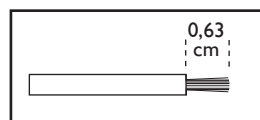

fig. 2
7. Couper le fil de signal bleu (côté sonde DENSO) sur environ 5 cm, puis dénuder sur 0,63 cm le fil et le câble correspondant (côté connecteur). (Voir fig. 2) Couper un fil de chauffage noir (côté sonde DENSO) et l'un des deux fils restant (côté connecteur) sur environ 2,5 cm. Couper le fil restant (côté connecteur) sur environ 5 cm.